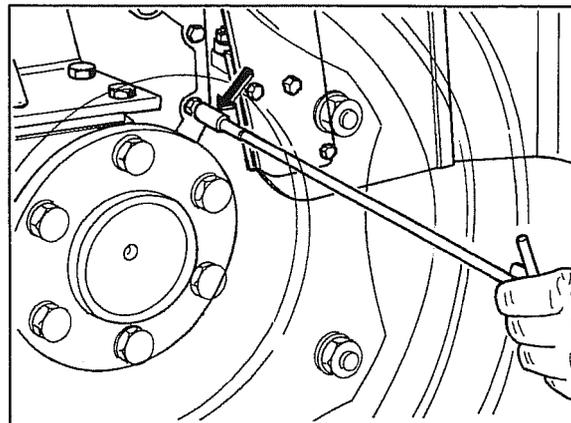

Fig. 2
- 2 Para efectuar la purga del circuito, aflojar el tornillo de purga presente en el cubo rueda como se indica en la fig. 2, dejar salir el aceite por caída hasta que no se ven más burbujas de aire, luego bloquear el tornillo. Repetir la operación para la otra rueda, controlando que en el depósito haya bastante aceite, si es necesario agregar aceite del mismo tipo.